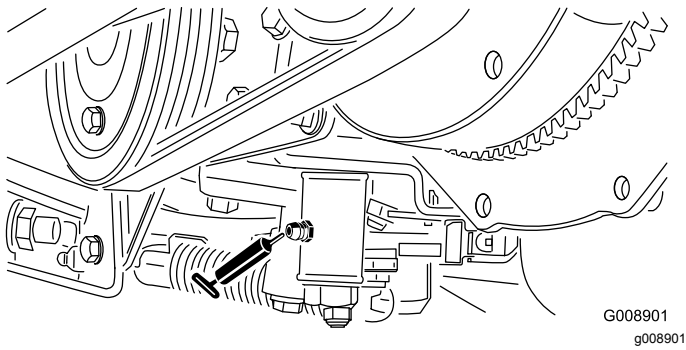

Bild 39
- Neutraleinstellungsmechanismus (**Bild 39**)